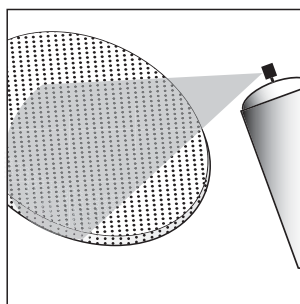

Figure 9—Peignez la grille. Appliquez de minces couches de peinture en aérosol. Ne bouches pas les trous.
5. Appliquez deux minces couches de peinture de finition en aérosol. Si vous utilisez un pulvérisateur, choisissez le réglage le plus fin, le plus diffus. Assurez-vous de ne pas boucher les trous de la grille avec la peinture (figure 9).